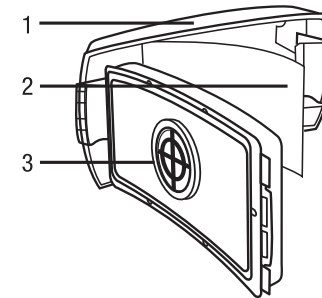

Fig. 6
3. Coloque el Filtro HE y el prefiltro o inhibidor de chispas (si usa uno) en la cubierta del filtro de acuerdo con la Fig. 6. Asegúrese que la etiqueta del filtro HE pueda verse en la ventana de la cubierta del filtro. **NOTA:** El TR-3600 no puede usarse en combinación con TR-362. Remítase a la etiqueta de aprobación NIOSH del TR-300 para confirmar qué producto puede usarse con su configuración de sistema.